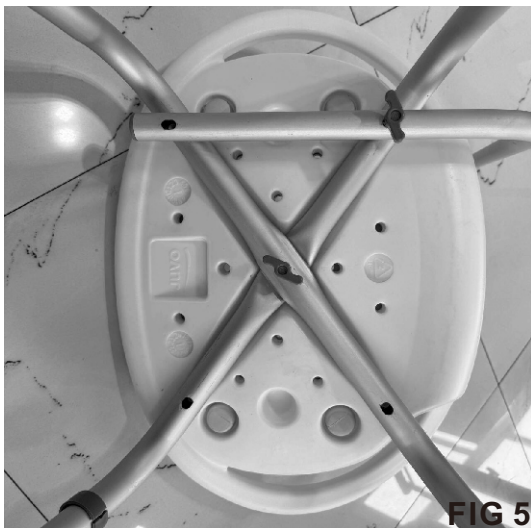

FIG 5
- Fixez la barre de soutien du dossier et le renfort de jambe en forme de U sous la chaise à l'aide de deux boulons papillon avec rondelles longues (voir FIG. 5). Ne serrez pas trop.